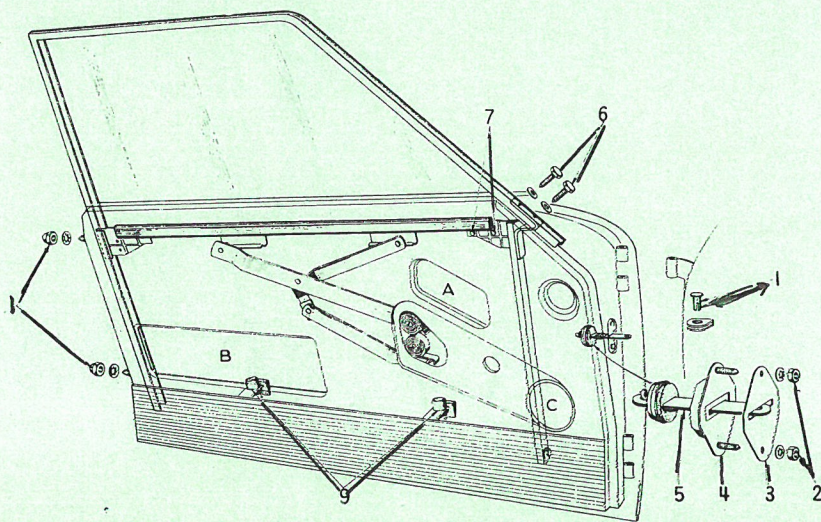

Fig. 14
porte, puis la dégager par l'ouverture (B) (fig. 14).
— Engager la commande à distance par l'ouverture (B) (fig. 14). Poser les deux vis et rondelles (7). Placer la vis inférieure au centre de la boutonnière et bloquer la vis inférieure.
DEPOSE ET POSE OU REMPLACEMENT D'UN CADRE DE VITRE DE PORTE (fig. 14)
DEPOSE ET POSE D'UNE VITRE DE PORTE (fig. 14 et 15)
REPLACEMENT D'UN LEVE-VITRE DE PORTE (fig. 14)
Repousser le mécanisme d'abord à l'intérieur de la porte de façon à dégager l'axe de la manivelle, déplacer ensuite le mécanisme de lève-vitre latéralement vers l'arrière de la porte jusqu'à dégager les deux bras de la chaussée. Sortir le lève-vitre par l'orifice (B) (fig. 14).
— Engager le lève-vitre à l'intérieur de la porte par l'ouverture (B) (fig. 14), engager les bras du mécanisme dans
— A l'intérieur de la porte, par l'ouverture (C) (fig. 14) déconnecter les fiches d'alimentation du feu d'accouoir de porte et de rappel de clignotant (3 fiches). Dégager le faisceau de la porte avec son passe-fil.
— Desserrer les deux branches de l'axe du tirant de porte. Avant de déposer l'axe, refermer légèrement la porte afin de dégager le tirant de son arrêt (pince). Dégager l'axe, puis le tirant par l'ouverture (A) (fig. 14).
— Le mécanisme de lève-vitre ayant été déposé auparavant, le dégager de la porte par l'ouverture (B) (fig. 14).
— Déposer les deux vis fixant la commande à distance, dégager celle-ci par l'ouverture (B) (fig. 14).
— Resserrer les deux branches de l'axe du tirant de porte, déposer l'axe et dégager le tirant par l'ouverture (A) (fig. 14).
— Introduire le mécanisme de lève-vitre à l'intérieur de la porte par l'ouverture (B) (fig. 14).